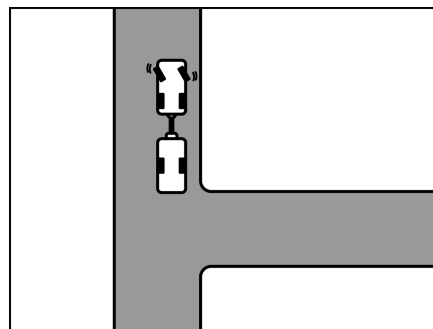

Fig. 10 Sterzare verso sinistra
- A rimorchio fermo sterzare verso sinistra (Fig. 10).